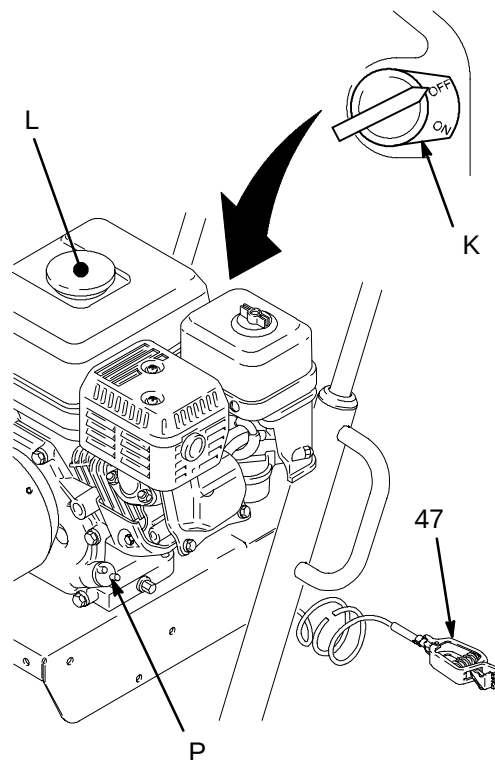

Fig. 3
4. **Compruebe el nivel de aceite del motor.** Consulte el manual del motor Honda suministrado. Esto es sólo un resumen de la información: quite uno de los tapones de llenado de aceite (R). El aceite casi debe rebosar. Vea la Fig. 3. Añada aceite si fuera necesario.